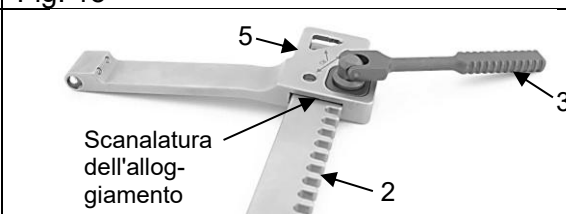

Fig. 16
Inserire la cremagliera (2) nella scanalatura dell'alloggiamento (5) fino a quando il pignone della leva di comando (3) si innesta nella cremagliera (2) (Fig. 16).